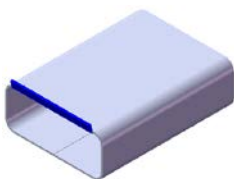
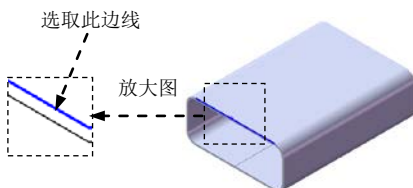

图 10.17 边线一法兰 1
图 10.18 边线法兰的边线
Step3. 创建图 10.17 所示的钣金特征——边线一法兰 1。
(1) 选择命令。选择下拉菜单 **插入(I)** → **钣金(B)** → **边线法兰(E)...** 命令 (或单击“钣金”工具栏中的  按钮), 系统弹出“边线法兰”对话框。
(2) 定义特征的边线。选取图 10.18 所示的模型边线为生成的边线法兰的边线。